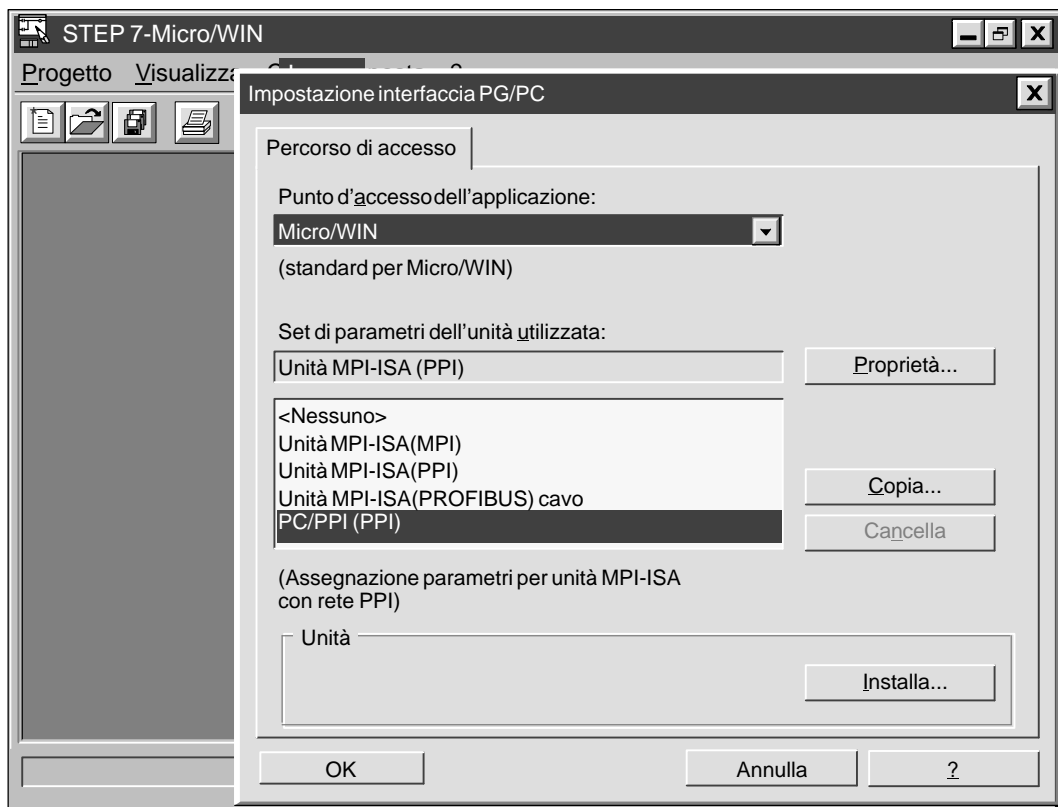

Figura 3-7 Finestra di dialogo Impostazione interfaccia PG/PC
Dopo aver concluso l'installazione o la disinstallazione dell'hardware, fare clic sul pulsante "Chiudi". In questo modo si torna nella finestra di dialogo Impostazione interfaccia PG/PC. Le impostazioni effettuate compaiono nella casella di riepilogo contenente il set di parametri dell'unità. Vedere la figura 3-7.
Dopo aver richiamato la finestra di dialogo Comunicazione, fare clic sul pulsante “Interfaccia PG/PC...”. Compare la finestra di dialogo Impostazione interfaccia PG/PC. Vedere la figura 3-7.
Dopo aver aperto la finestra di dialogo Impostazione interfaccia PG/PC (vedere la figura 3-7), selezionare "Micro/WIN" nella casella di riepilogo Punto d'accesso dell'applicazione della scheda Percorso di accesso. Poiché questa finestra di dialogo è comune a diverse applicazioni, quali STEP 7 e WinCC, si deve indicare al programma l'applicazione per cui si stanno impostando i parametri.
1. Nella finestra di dialogo Impostazione interfaccia PG/PC (vedere la figura 3-7), selezionare "Micro/WIN" nella casella di riepilogo Punto d'accesso dell'applicazione della scheda Percorso di accesso.